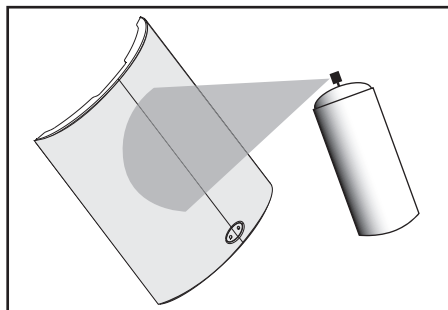

FIGURE 8
2. Using spray paint, spray two thin coats of finish color with no primer [figure 8]. If you're using a compressor and spray gun, use the finest, most diffuse setting. Be careful not to fill the holes in the grille with paint.
2. Appliquez deux minces couches de peinture de finition en aérosol (sans apprêt) [figure 8]. Si vous utilisez un compresseur ou un pistolet pulvérisateur, choisissez le réglage le plus fin, le plus diffus. Assurez-vous de ne pas boucher les trous de la grille avec la peinture.